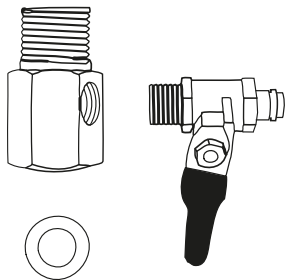

Рис. 7
- * — в некоторых моделях узел подачи воды может быть выполнен в виде двух отдельных деталей: тройника и крана подачи воды (см. рис. 7 на стр. 8).
2.1. Соберите узел подачи воды путем соединения крана подачи воды с тройником, как показано на рис. 7.